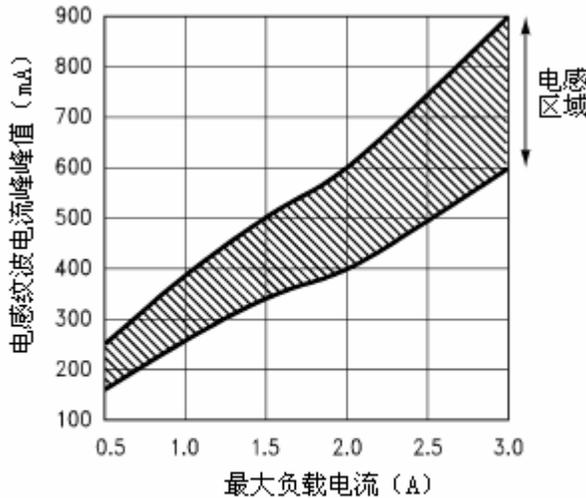

图16. 电感纹波电流的峰峰值与负载电流的关系曲线
**7. 输出纹波电压和暂态电压：**工作在连续模式下的开关电源的输出电压可能会在开关频率上包含一些锯齿波电压，而在锯齿波的峰值上可能会含有一些短毛刺。输出纹波电压是由电感的纹波电流和电容的等效电阻引起的，典型的输出纹波电压可以从输出电压的0.5%到3%，要获得小的纹波电压，输出电容的等效电阻一定要小，但是，当使用等效电阻极小的输出电容时，一定要注意这可能会影响反馈环路的稳定性，并最终导致输出端的震荡问题。如果希望输出纹波电压很小（低于20mV），则推荐使用后置纹波滤波器，所需电感的典型置为 $1\mu\text{H}\sim 5\mu\text{H}$ 。也需要低等效阻抗的输出滤波电容以确保良好的动态负载响应和纹波抑制，电压毛刺是由输出开关管和二极管的快速开关、输出滤波电容的寄生电感以及与此相关的导线等引起的。要降低这些电压毛刺，就要用专门的适合于开关调节器的电容，同时，它的管脚一定要短。环线电感、分布式电容以及用于测量暂态电压的示波器探针都会引起毛刺电压。当调节器工作于连续模式时，电感电流波形从三角波变化到锯齿波（有输入电压决定）。对一个给定的输入和输出电压，电感电流波形的峰峰值就是一个常数，随着负载电流的升或降，电流的锯齿波也会升或降，电流波形的平均值等于直流负载电流值。如果负载电流降到足够的低，电流锯齿波的波谷就变为0，调节器（开关电源）就可以在连续和非连续之间转化。在开关调节器的设计中，如果知道电感纹波电流的峰峰值将有利于电路中其他参数的确定，象电感或开关管的峰值电流、电路在转换为非连续模式之前的最小负载电流、输出纹波电压以及输出电容等效阻抗这些参数都可以由电感纹波电流的峰峰值计算出来。利用图4~图8来选择电感值，则电感纹波电流的峰峰值就可以立即算出，图16示出了可由不同的负载电流确定的电感纹波电流的峰峰值的范围。曲线图也
考虑如下的例子： $V_{OUT}=5V$ ， $I_{LOAD(max)}=2.5A$ ， $V_{IN}=12V$ （在 10~16V 间变化）。如图 5，2.5A 的垂直线和 12V 的水平线的交叉处几乎是 33  $\mu H$  电感区域顶边和底边的中间，33  $\mu H$  电感峰值电流时最大负载电流的一个百分点。参照图 16，2.5A 电流线所经过的电感区域的中间所对应的电感纹波电流的峰峰值约为 620mA。当输入电压增加到 16V 时，交点就到了电感区域的顶边，对应的电感纹波电流的峰峰值也增加，参照曲线图 16，可见负载电流为 2.5A 时，输入电压为 12V 时，对应的电感纹波电流的峰峰值为 620mA；当输入电压为 16V 时，对应的电感纹波电流的峰峰值为 740mA；当输入电压为 10V 时，对应的电感纹波电流的峰峰值为 500mA。一旦电感纹波电流的峰峰值已知，就可以利用下面的公式计算开关调节器电路的其它参数。